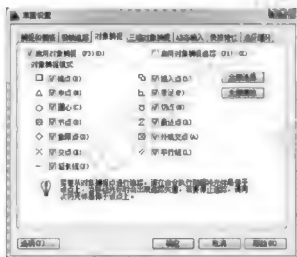

图 3-65
**提示:** 在绘制图形的时候, 要使用捕捉功能, 必须先勾选捕捉模式和开启捕捉功能。捕捉模式的勾选和开启的具体方法是: 将状态栏中的捕捉按钮上单击鼠标右键, 在弹出的快捷菜单中执行设置(S)...命令, 弹出【草图设置】对话框, 如图 3-65 所示, 根据绘图要求勾选需要捕捉的模式。单击确定按钮完成捕捉模式的设置, 再单击“捕捉”按钮开启捕捉功能。